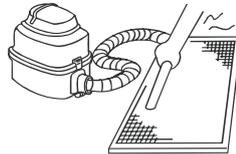
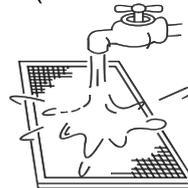

Fig. 6-1
Fig. 6-2
- Il lato di ingresso aria deve essere posizionato verso l'alto quando si usa l'aspirapolvere (riferirsi alla Fig. 6-1) mentre deve essere posizionato verso il basso se si usa l'acqua per il filtro. (Riferirsi alla Fig. 6-2)